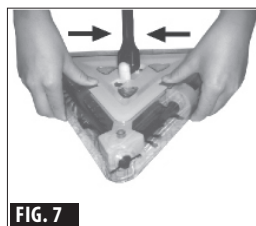

FIG. 7
2. Déverrouillez la « structure externe teintée » en faisant glisser les deux « clips de verrouillage de la structure externe » à l'intérieur vers le « socle » (voir FIG.7)